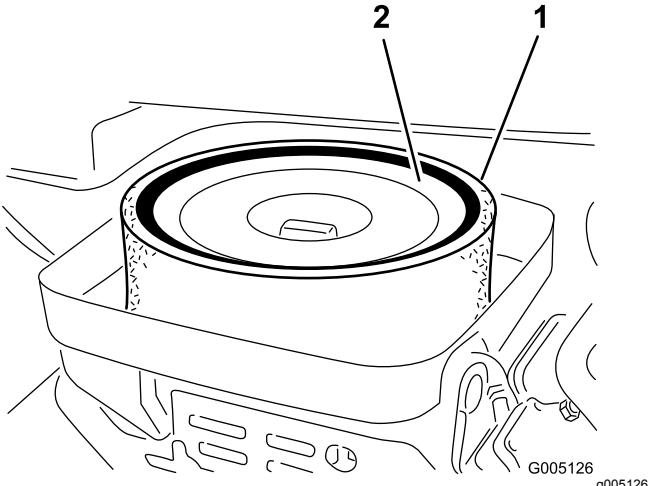

Bild 37
3. Entfernen Sie die Flügelmutter, mit der die Einsätze am Luftfiltergehäuse befestigt sind (Bild 37).
4. Nehmen Sie einen verschmutzten Schaumeinsatz vorsichtig vom Papiereinsatz ab (Bild 37). Reinigen Sie ihn gründlich wie folgt: